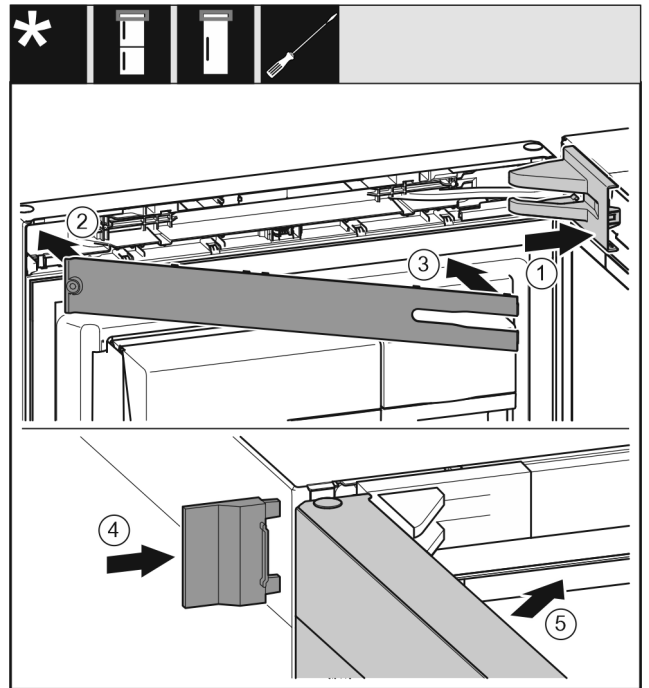

Fig. 44
- ▶ 放上并插入托架盖 Fig. 44 (1)，如有必要小心地按压分开。
- ▶ 盖上隔板 Fig. 44 (2)。
- ▶ 转入隔板 Fig. 44 (3) 并卡入到位。
- ▶ 插入外盖 Fig. 44 (4)。
- ▶ 关闭冰箱上方门 Fig. 44 (5)。